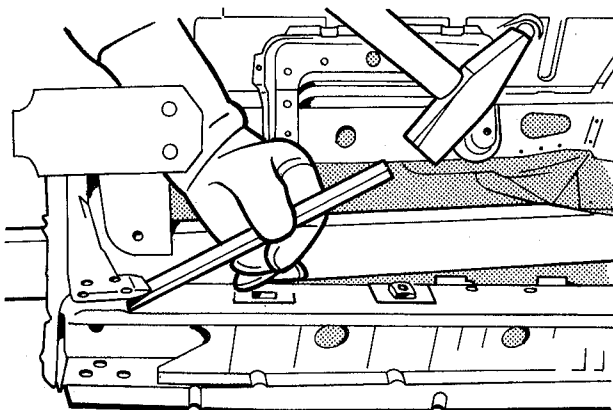

fig. 78
2. Separar a travessa das longarinas e saias dos pára-lamas (fig. 78)